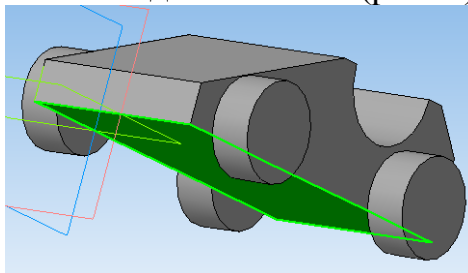

Рис. 7
7. Выделите грань и зайдите в *Эскиз* (рис. 7).